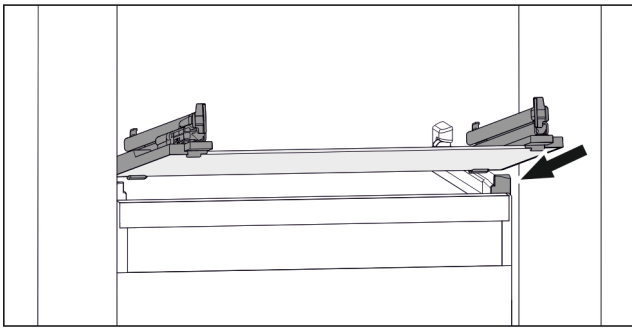

Fig. 46 Примерное отображение стеклянной пластины
- ▶ Наклоняя вниз, установите стеклянную пластину за стопоры. (см. Fig. 46)